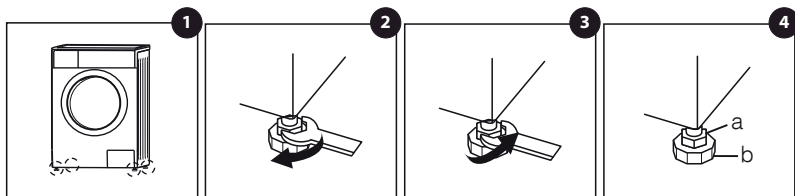

Figura 3
01. Após posicionado no local apropriado verifique se o aparelho encontra-se estável e nivelado no ambiente instalado. Para realizar a verificação, recomenda-se a utilização de uma ferramenta de nível de bolha (conforme figura 3).